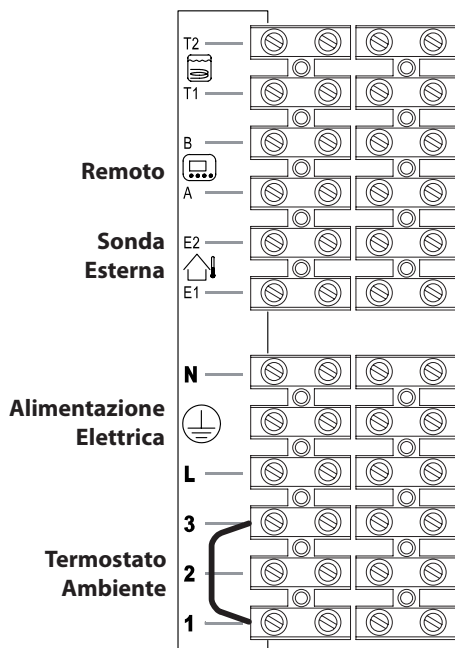
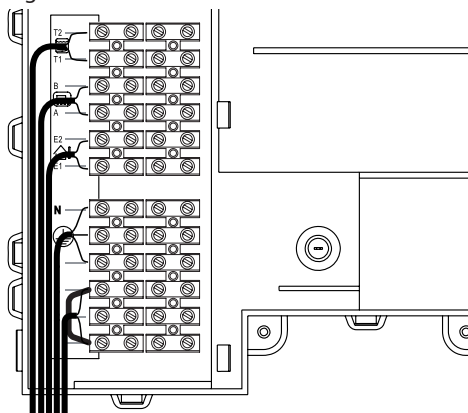

Figura 5.20
Figura 5.21
- Collegare il cavo di alimentazione elettrica proveniente dall'interruttore onnipolare alla morsettiera di alimentazione elettrica della caldaia Figura 5.20 rispettando la corrispondenza della linea (filo marrone) e del neutro (filo azzurro).
Il percorso del cavo o dei fili di alimentazione elettrica della caldaia e del termostato ambiente devono seguire il percorso indicato in Figura 5.21.
Per il collegamento di un termostato ambiente servirsi dei morsetti indicati in Figura 5.20.
Per il collegamento di valvole di zona servirsi dei morsetti termostato ambiente indicati in Figura 5.20 e Figura 5.21. I conduttori elettrici dei contatti del micro della valvola di zona vanno inseriti nei morsetti "1 e 3" della morsettiere termostato ambiente come in Figura 5.21. **Il ponticello elettrico presente tra "1 e 3" va tolto.**
Per il collegamento della valvola di zona servirsi dei morsetti della scheda ausiliare **N** (neutro comune), **L (NO)** linea 230V ~ (valvola apre impianto riscaldamento), **L (NC)** linea 230V ~ (valvola chiude impianto riscaldamento) Figura 5.21.